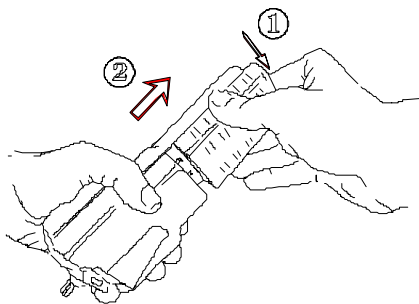

Figura 3.- Extracción de la batería.
La batería resulta accesible desde la parte posterior del instrumento. Para desconectar la batería, presionar la pestaña situada en el extremo inferior de la misma (1) y realizar un movimiento de separación entre la batería y el cuerpo del instrumento (2). La batería se "soltará" de su alojamiento. Entonces deslizar hacia afuera la batería, tal como se muestra en la figura 3.